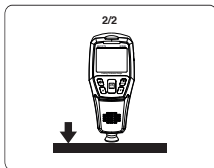

Figure 6
6. La figure 6 s'affiche maintenant à l'écran, invitant les utilisateurs à placer de nouveau l'instrument verticalement sur le substrat sans revêtement.